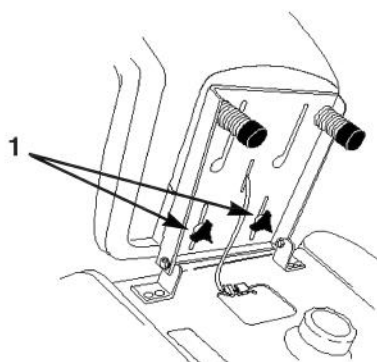

Bild 10
1. Den Sitz anheben und die Einstellräder lockern (Bild 10).